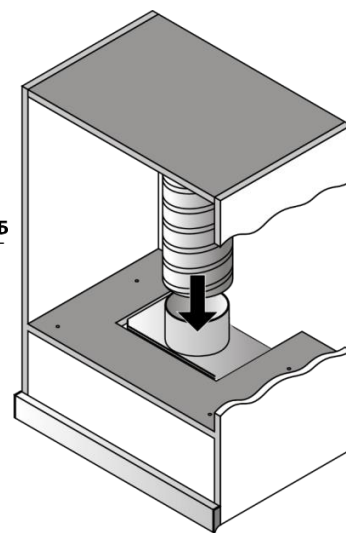

Рис. 5.2
6.8 Если вытяжка будет работать в режиме отвода воздуха в дымоход, смонтируйте воздуховод избранного диаметра согласно инструкции (рис. 5.2), обеспечив его герметичность. Обратите внимание, чем короче и прямее воздуховод, тем выше производительность и меньший шум и вибрация в вытяжке.